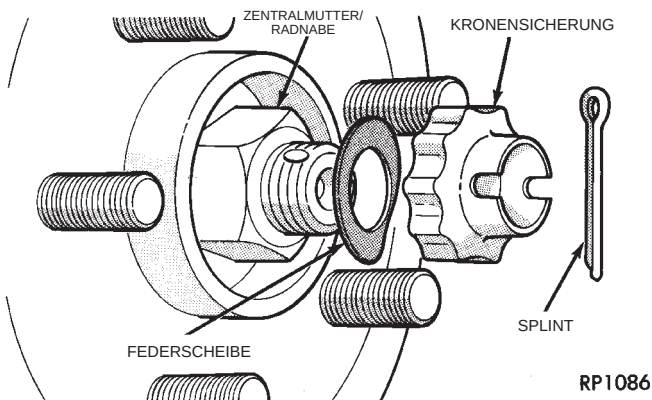

Abb. 58 Splint, Kronensicherung
(1) Splint, Kronensicherung und Federscheibe von der Radnabe abbauen (Abb. 58).